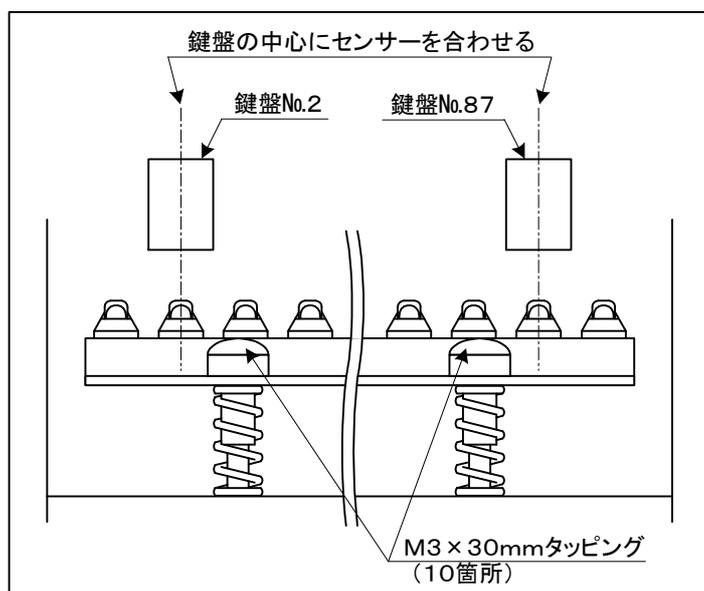

図3.4-5 キーボードユニット左右位置決め
(4) 図3.4-5の様に鍵盤No. 2とNo. 87を取り付け、センサーの中心線上に鍵盤の中心が重なるようにして左右位置を決定しネジ止めする。(M3×30mmタッピング 10本)